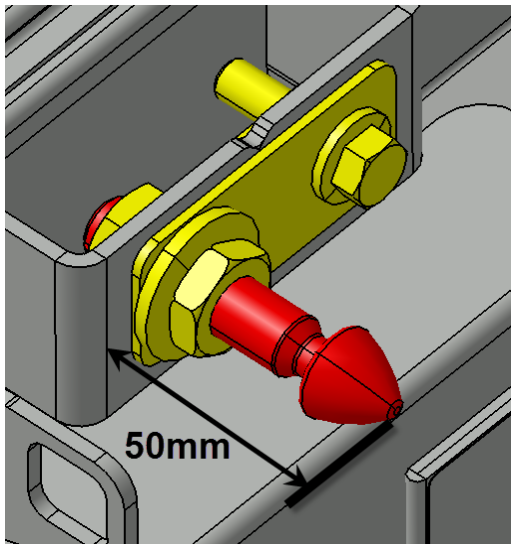

FIGURE 122:
10. Vérifier si les deux éléments identifiés par les flèches sont bien ajustés et que la fermeture de la porte n'est pas trop serrée (Figure 122:).